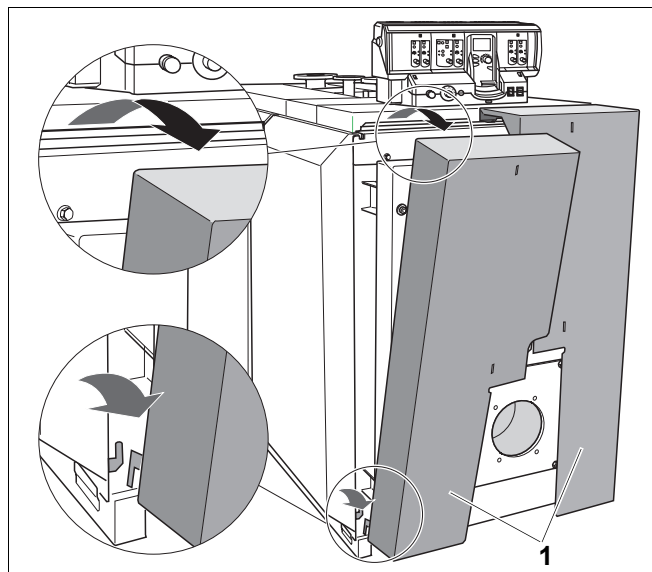

Рис. 2 Демонтаж обшивки дверцы горелки (на рисунке пример с S635)
- Снимите обшивку дверцы горелки (рис. 2, поз. 1) с обшивки котла. Для этого слегка поднимите обшивку дверцы горелки и снимите ее вперед. **Для S735:** сначала ослабьте 2 винта внизу и затем снимите 3 декоративных панели слева направо (см. рис. на стр. 14).